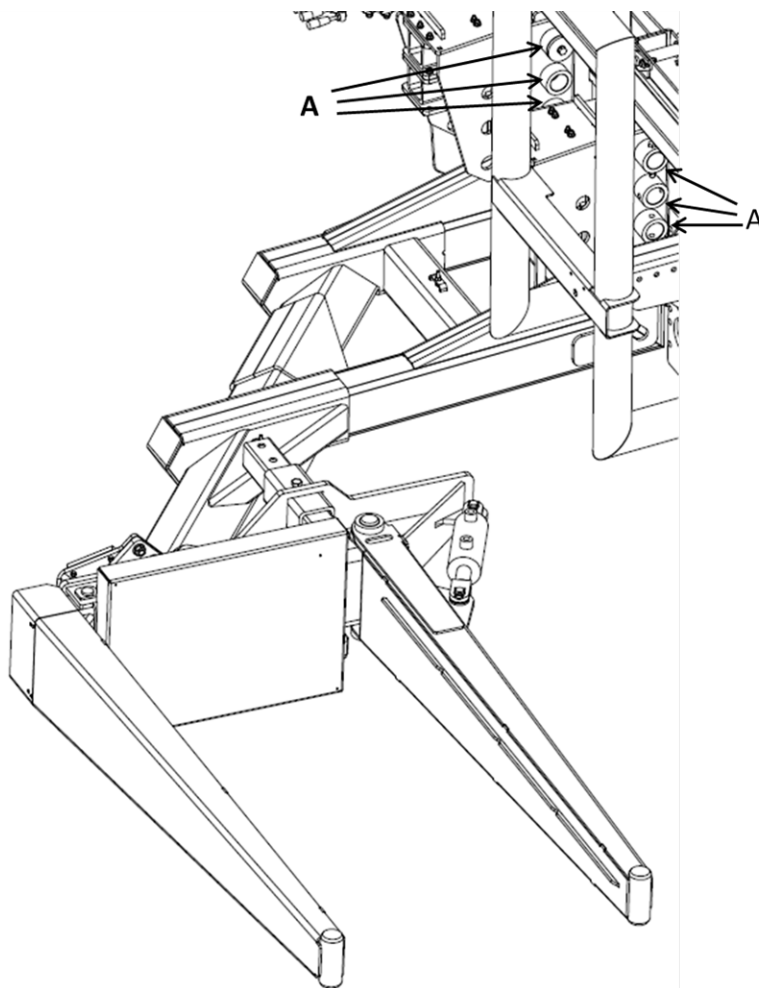

Figure 13 — Position du bras de chargement
4. Avec votre appareil de levage, soulevez le bras de chargement jusqu'à la hauteur désirée de façon à ce que les trous sur chaque montant du bras soient alignés avec les trous de fixation (A dans la Figure 13) des supports.